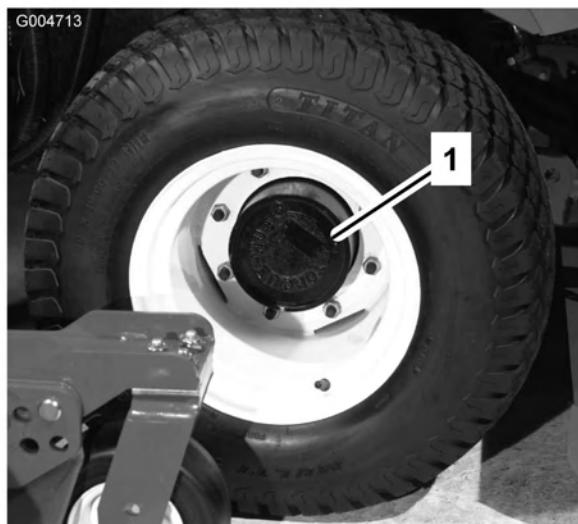

Figura 58
- Coloque a máquina numa superfície nivelada e posicione a roda de forma a colocar o tampão (Figura 58) de verificação/escoamento na sua posição mais baixa.